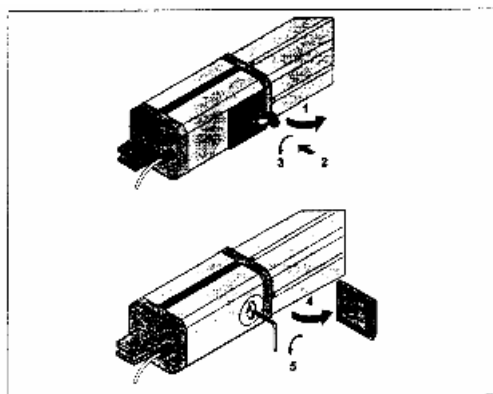
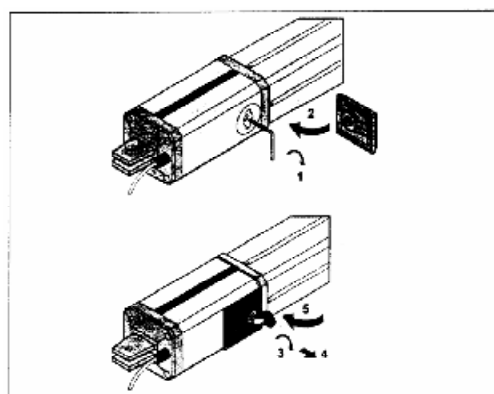

Рис. 3 Ручная разблокировка привода.
Рис. 4 Ручная блокировка привода.
При установке привода, при пропадании напряжения питания, для перемещения ворот вручную, необходимо разблокировать приводы: - повернуть ключ из комплекта против часовой стрелки и снять крышку, вставить шестигранный ключ и повернуть его против часовой стрелке **до упора** рис. 3. Блокировка привода осуществляется в обратном порядке рис. 4. В рабочем состоянии приводы должны быть **заблокированы**.
- разблокируйте привод как показано на рис. 3;